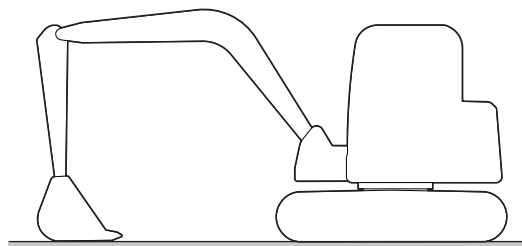

Figura 61
1. Aparque la máquina sobre una superficie firme y nivelada. Haga descender la cuchara o la herramienta de trabajo hasta el suelo como se ilustra en la Figura 61.